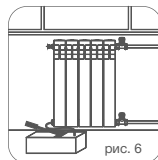

рис. 6
- 8.6. Гидростатическое давление в системе отопления не должно превышать значения, указанного в паспорте (рис. 6). По факту проведения работ в системе отопления (ремонт, замена, перекомпоновка) необходимо указывать в паспорте.